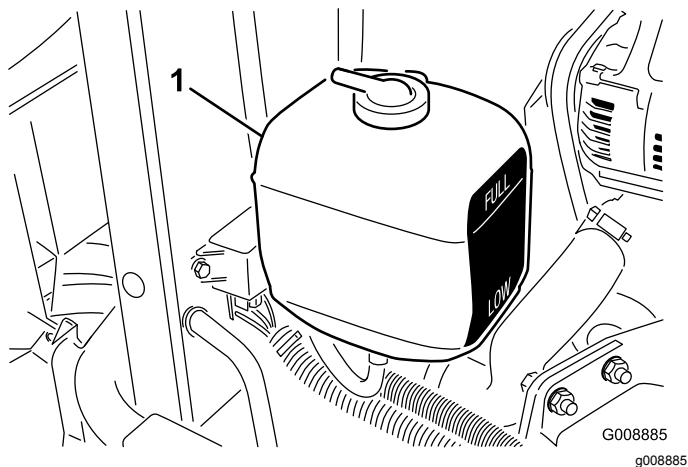

Figura 29
1. Verifique o nível de líquido de refrigeração do depósito secundário (Figura 29). Num motor arrefecido, o líquido de arrefecimento deve estar entre as marcas existentes no lado do depósito.